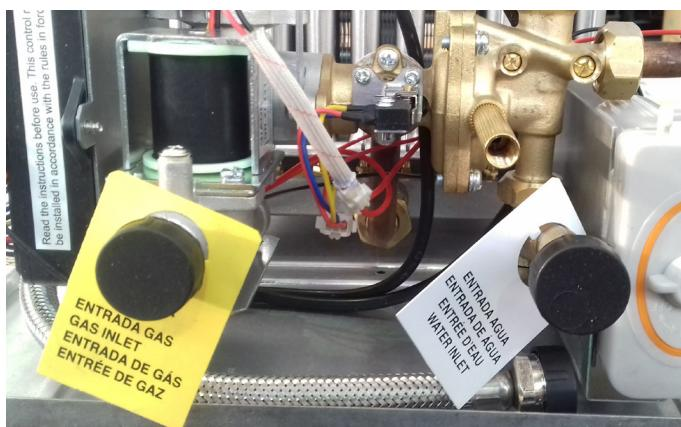

fig. 7 - Cartellini degli allacciamenti
- Rimuovere i tappi dagli attacchi dell'acqua e del gas, **vedi fig. 7.**